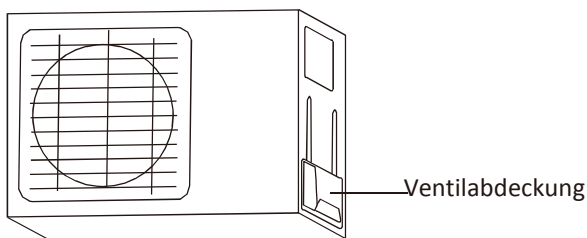

Abb. 5.9
1. Schrauben Sie die Abdeckung vom Stopfbuchsenventil an der Seite der Außeneinheit ab. (siehe **Abb. 5.9** )